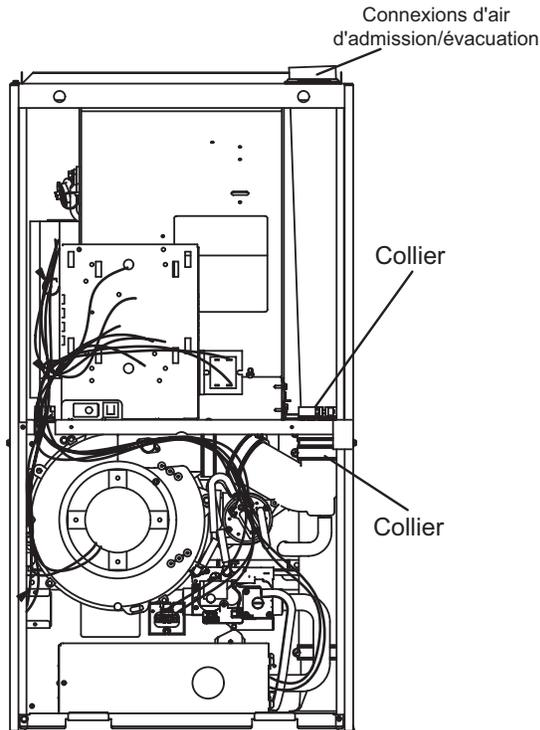

FIGURE 19
Le EL297DFVK est livré avec un raccord d'évacuation/d'admission d'air au niveau du capuchon supérieur. Reportez-vous à la FIGURE 19. À l'aide des pièces fournies, l'appareil peut être modifié sur place pour que ces connexions soient situées sur le côté droit de l'enceinte. Reportez-vous à la FIGURE 22 et suivez les étapes ci-dessous. Pour l'évacuation du côté gauche, commandez l'ensemble 87W73.
- 2 - Desserrez les colliers qui fixent les raccords en caoutchouc aux tuyaux en PVC blanc à l'intérieur de la zone du vestibule. Reportez-vous à la FIGURE 19.
- 3 - Desserrez le collier qui fixe les tuyaux au support du ventilateur. Reportez-vous à la FIGURE 19.